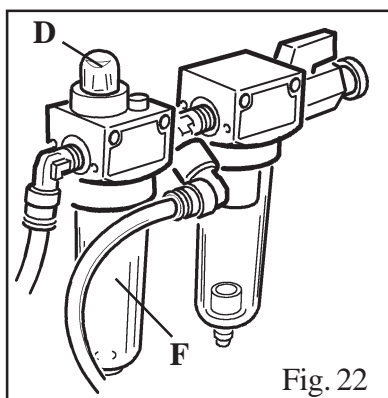

Fig. 22
- Controllare il livello olio nella tazza del lubrificatore. Eventualmente rabboccare svitando la tazza F. Utilizzare solamente olio per impianti pneumatici di classe **ISO HG** con viscosità **ISO VG 32** come ad esempio: ESSO Febis K32; MOBIL Vacouline Oil 1405; KLUBER Airpress 32). (fig. 22)
- Controllare che ogni 3 - 4 pressioni sul pedale U cada una goccia di olio nella tazza F. In caso contrario regolare l'apposita vite D (fig. 22)
- Check the oil level in the lubricator tank. If necessary, fill up by unscrewing the reservoir F. Only use ISO VG viscosity ISOHG class oil for compressed air circuit (such as ESSO Febis K32; Mobil Vacouline Oil 1045; KLUBER Airpress 32).(Fig. 22)
- Check that a drop of oil is injected into the reservoir F every 3-4 times the pedal U is pressed down. If not, regulate using the screw D (Fig. 22).
- le niveau de l'huile dans le réservoir du graisseur. Si nécessaire, ajouter de l'huile en dévissant le réservoir F. Rajouter en utilisant de l'huile pour installation pneumatiques de classe ISO HG à viscosité ISO VG 32 (par exemple: ESSO Febis K32; Mobil Vacouline Oil 1405; Kluber Airpress 32) Fig. 22
- qu'une goutte d'huile tombe dans le réservoir F toutes les 3-4 manoeuvres de la pédale U. Si nécessaire, régler par la vis D (fig. 22).
-Ölstand im Schmiergefäß überprüfen. Erforderlichenfalls, Gefäß F abschrauben und mit neuem Öl auffüllen, dessen Qualität folgender Daten entsprechen soll: Klasse ISO HG, Viskosität ISO VG 32. Einige Beispiele: ESSO Febis K32; MOBIL Vacouline Oil 1405; KLUBER Airpress 32. (Abb. 22).
-Überprüfen, ob nach jeweils 3 - 4 Pedaldrücken (U) ein Tropfen Öl ins Gefäß F fällt. Ist dies nicht der Fall, Schraube D regulieren (Abb. 22).